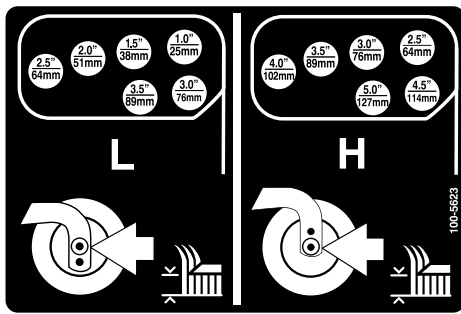

Bild 25
5. Drehen Sie die Spannstange, um den Gelenkarm anzuheben oder abzusenken, bis die Löcher mit den ausgewählten Löchern in der Schnitthöhenhalterung im Mähwerkrahmen ausgerichtet sind (**Bild 24** und **Bild 25**).